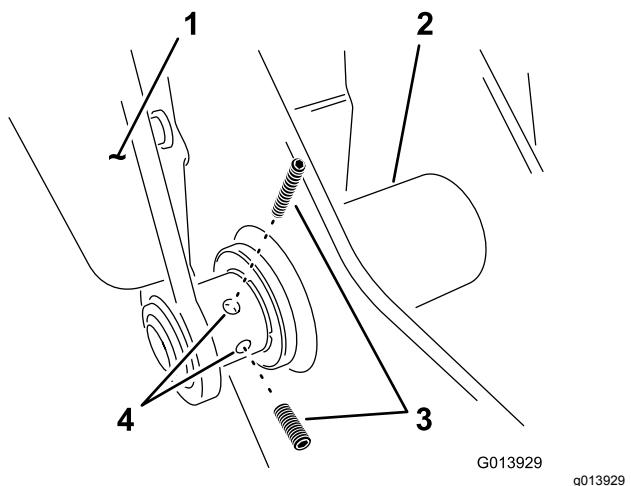

Figura 17
9. Instale dois parafusos no braço esquerdo no ponto inferior da dobradiça (Figura 17).